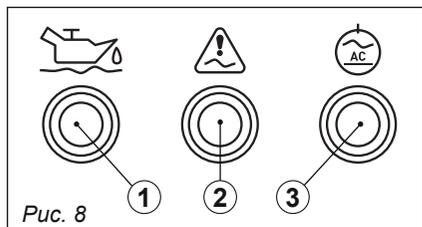

Рис. 8
### Индикатор низкого уровня масла (поз. ①, рис. 8)
(поз. ②, рис. 8)
### Индикатор сети (поз. ③, рис. 8)